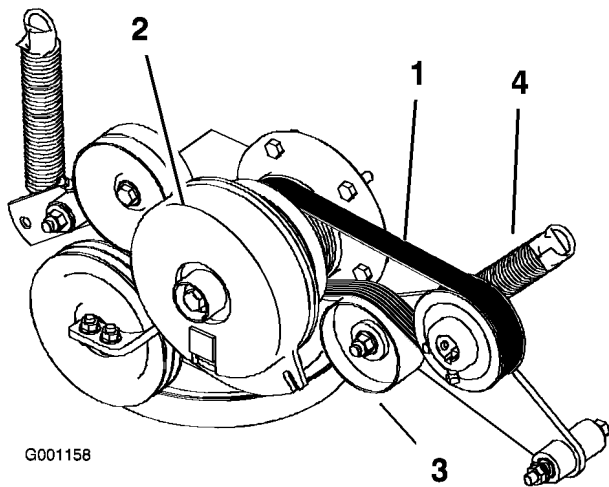

Figura 60
3. Togliete la molla di tensione dal braccio di rinvio (Figura 60).
4. Montate la nuova cinghia attorno alle pulegge del motore e della pompa idraulica (Figura 60).
6. Montate la molla sul braccio di rinvio (Figura 60).